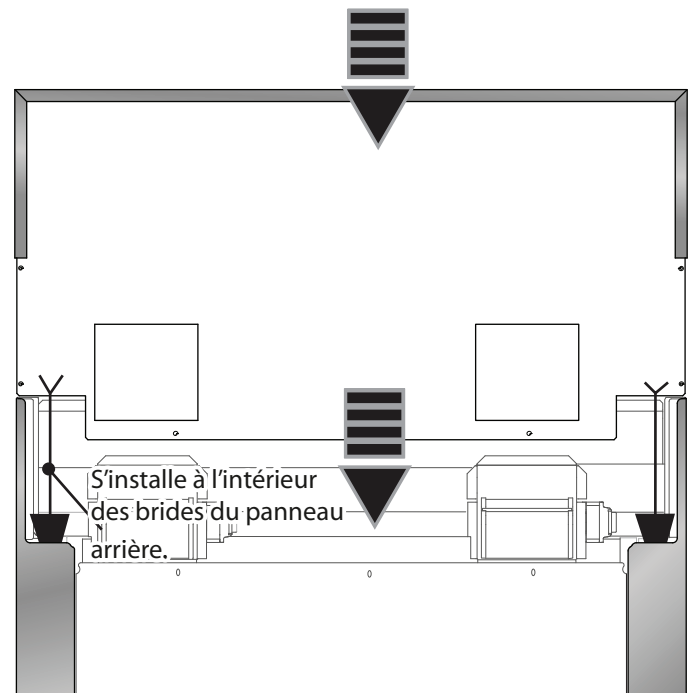

Figure 23 : Installation du dossieret
3. Alignez le panneau arrière du nouvel accessoire avec les brides des coins arrière droit et gauche des panneaux latéraux de la cuisinière. Le dossieret s'insère dans les canaux de guidage situés à l'arrière de la cuisinière (Figure 23).